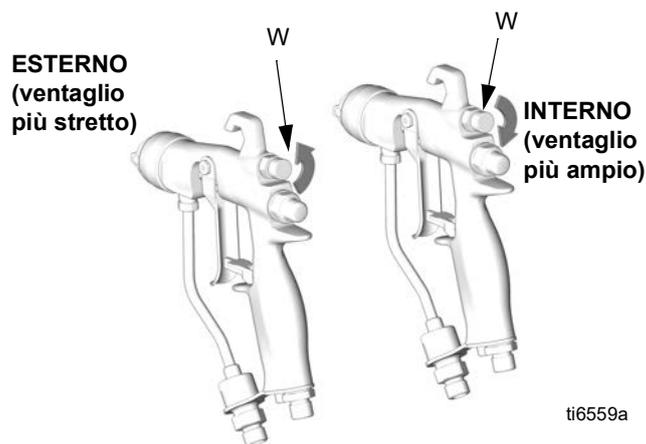

FIG. 6. Regolazione aria ventaglio
- Vedere FIG. 6. Isolare l'aria di regolazione della distribuzione ruotando completamente la manopola (W) in senso orario (verso l'interno). In questo modo la pistola viene impostata su una distribuzione più ampia.
Vedere FIG. 6. Per una distribuzione più stretta, ruotare la manopola della valvola di regolazione (W) della distribuzione in senso antiorario (verso l'esterno). Se la distribuzione non è ancora abbastanza stretta, aumentare di poco la pressione dell'aria alla pistola o utilizzare un ugello di dimensioni diverse.